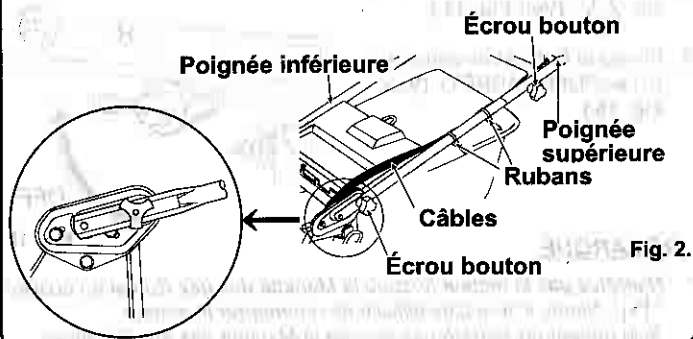

Fig. 2.
- 1 Installez la poignée inférieure sur la machine (avec les écrous-boutons). (Voir Fig. 2.)